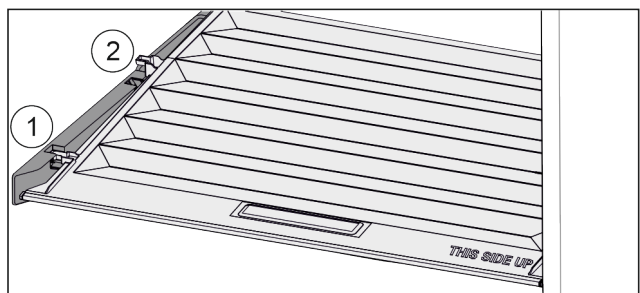

Fig. 43
- Deksel tot de opening in de vasthouddelen naar voren trekken Fig. 43 (1).
- Aan de achterkant vanaf de onderkant omhoog tillen en vanaf de bovenkant verwijderen Fig. 43 (2).